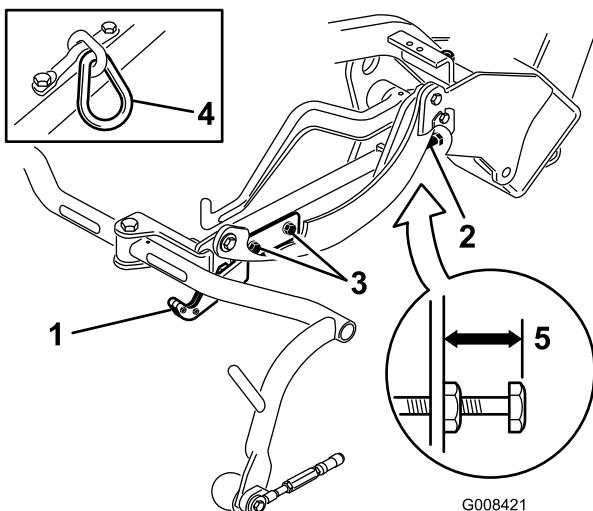

**Figura 12**
2. En unidades de corte equipadas con un gancho de elevación acodado (Figura 12, detalle) compruebe que la distancia entre la parte superior del tornillo de ajuste del bastidor de tiro y el borde trasero del bastidor de tiro es de 25 mm. Si la distancia no es de 25 mm, continúe con el paso 4.
y el borde trasero del bastidor de tiro es de 22 mm. Si la distancia no es de 22 mm, continúe con el paso 4. Si la unidad de corte está equipada con un gancho de elevación acodado, (Figura 12), continúe con el paso siguiente.
4. Afloje los tornillos de montaje de la pletina de transporte (Figura 13, Figura 14 y Figura 12).
7. Si los bastidores de tiro no están a la misma altura, afloje la contratuerca del tornillo de ajuste del bastidor de tiro (Figura 12, Figura 13 y Figura 14). Gire el tornillo hacia fuera para elevar y hacia dentro para bajar. Apriete la contratuerca después de obtener la altura correcta.